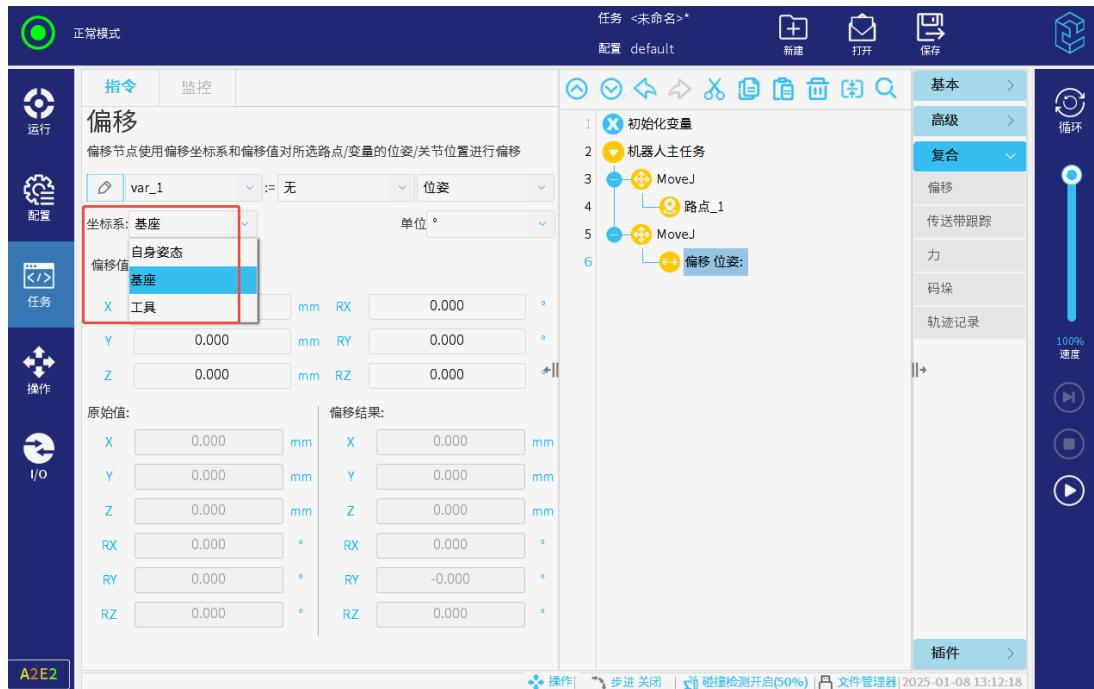

图 3-117: 指定位姿偏移的坐标系
- 位姿偏移模式下，可选择基座、工具或自身姿态坐标系，如图 3-117 所示。